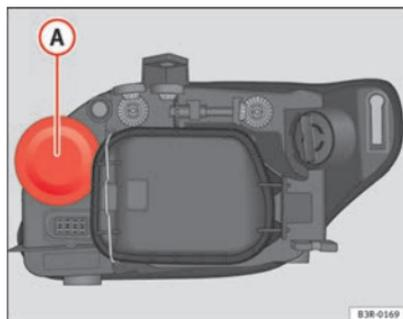

Fig. 192 Feux de route
- Retirez le cache en caoutchouc (A) → fig. 192 et tirez.